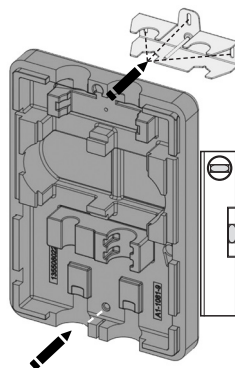

Fig. 5
5. Placez la fixation murale (6) et la partie arrière de la coquille d'isolation (7) sur le mur de façon perpendiculaire et les utiliser comme gabarit de perçage (fig. 5).
6. Marquer et percer des trous et introduire les chevilles livrées (fig. 5).